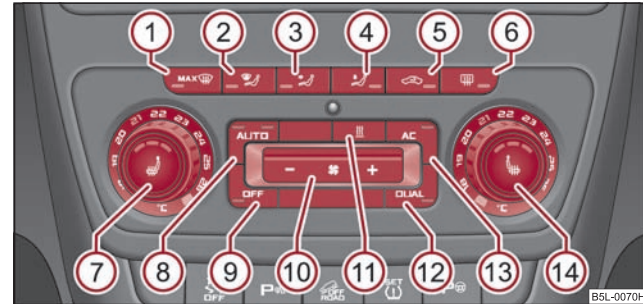

Fig. 103 Climatronic: Elementele de comandă
- Apăsăți tasta **AUTO** ⇒ fig. 103.
- Apăsăți tasta **AC** ⇒ pagina 101, fig. 103. Lampa de control din tastă se va aprinde.
- Când parbrizul s-a aburit, apăsați tasta   => pagina 101, fig. 103. După ce parbrizul s-a dezaburit, apăsați tasta .
- Apăsăți tasta  => pagina 101, fig. 103.